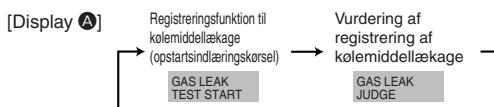

Fig. 8-2
- ② Tryk på knappen , og vælg [GAS LEAK TEST START] (START GASLÆKAGETEST). (Fig. 8-2)